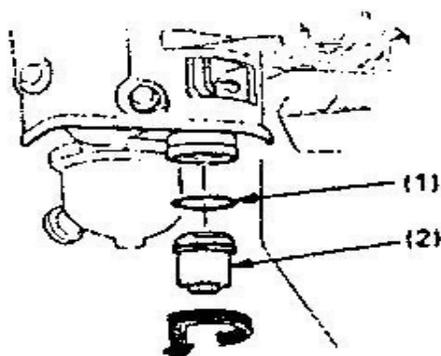

Рис. 12
Переместите топливный кран в положение «Открыто» (ON) и убедитесь, чтобы не было утечек (см. рис.12).